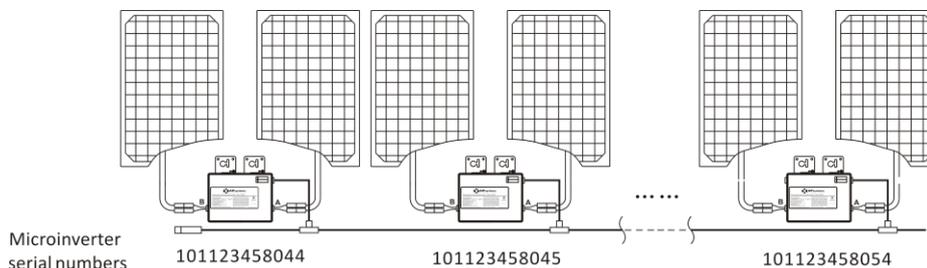

Figure 11
- Chaque micro-onduleur APsystems dispose d'étiquettes amovibles avec un numéro de série. Décollez les étiquettes, collez-en une à l'emplacement respectif sur le plan d'installation d'APsystems, et remplissez les champs A et B sur l'étiquette ci-dessous (comme sur la figure 12) conformément à l'implantation sur le toit (comme sur la figure 11). Collez ensuite une autre étiquette sur le cadre du module PV à un emplacement visible. Les cartes de garantie peuvent être obtenues avec l'annexe de ce manuel ou sur le site Web d'APsystems. www.APsystems.com